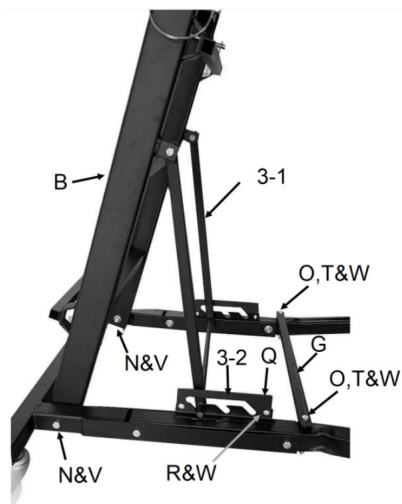

Fig. 3
3. Instale el conjunto de escalera (B) insertando un perno de marco (N) a través de cada lado de la base de una tuerca de seguridad (V). Oscilación el soporte angular de la escalera (Fig.3 3-1) en el Muecas de ajuste de altura (3-2). Asegúrese de El travesaño está firmemente en su lugar.
4. Coloque el soporte cruzado para piernas (G) en ambos lados. Patas (E y F), alineando los orificios de los pernos. Inserte un perno de soporte transversal (O) a través de cada extremo de el soporte de la pierna cruzada y la pierna. Deslice una arandela (T) sobre un perno y asegurarlo con una contratuerca (W). Repetir con el otro soporte transversal. tornillo.